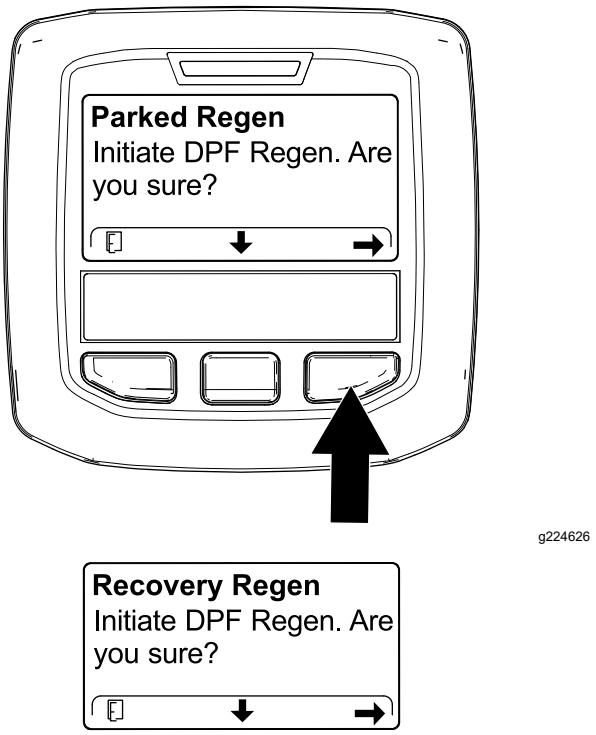

Figure 59
4. Sur l'écran INITIATE DPF REGEN (lancer régén. du FAP), appuyez sur le bouton droit pour continuer (Figure 59).